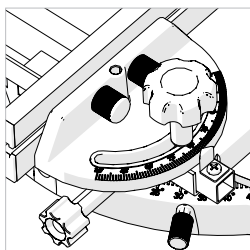

Fig. 22
- Zum Lösen der Feststellschraube für den Winkelzeiger einen Kreuzschlitzschraubenzieher Nr. 2 verwenden. (**Abb. 22**) Den Zeiger passend einstellen und dann die Feststellschraube wieder anziehen.